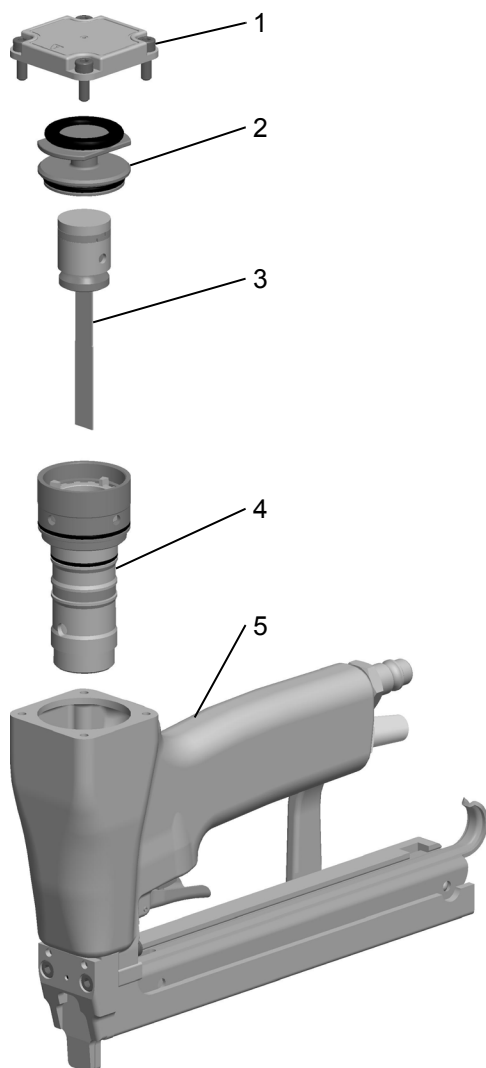

Fig. 7
- Demontera de fyra skruvarna (Fig. 7/1) och ta av locket.